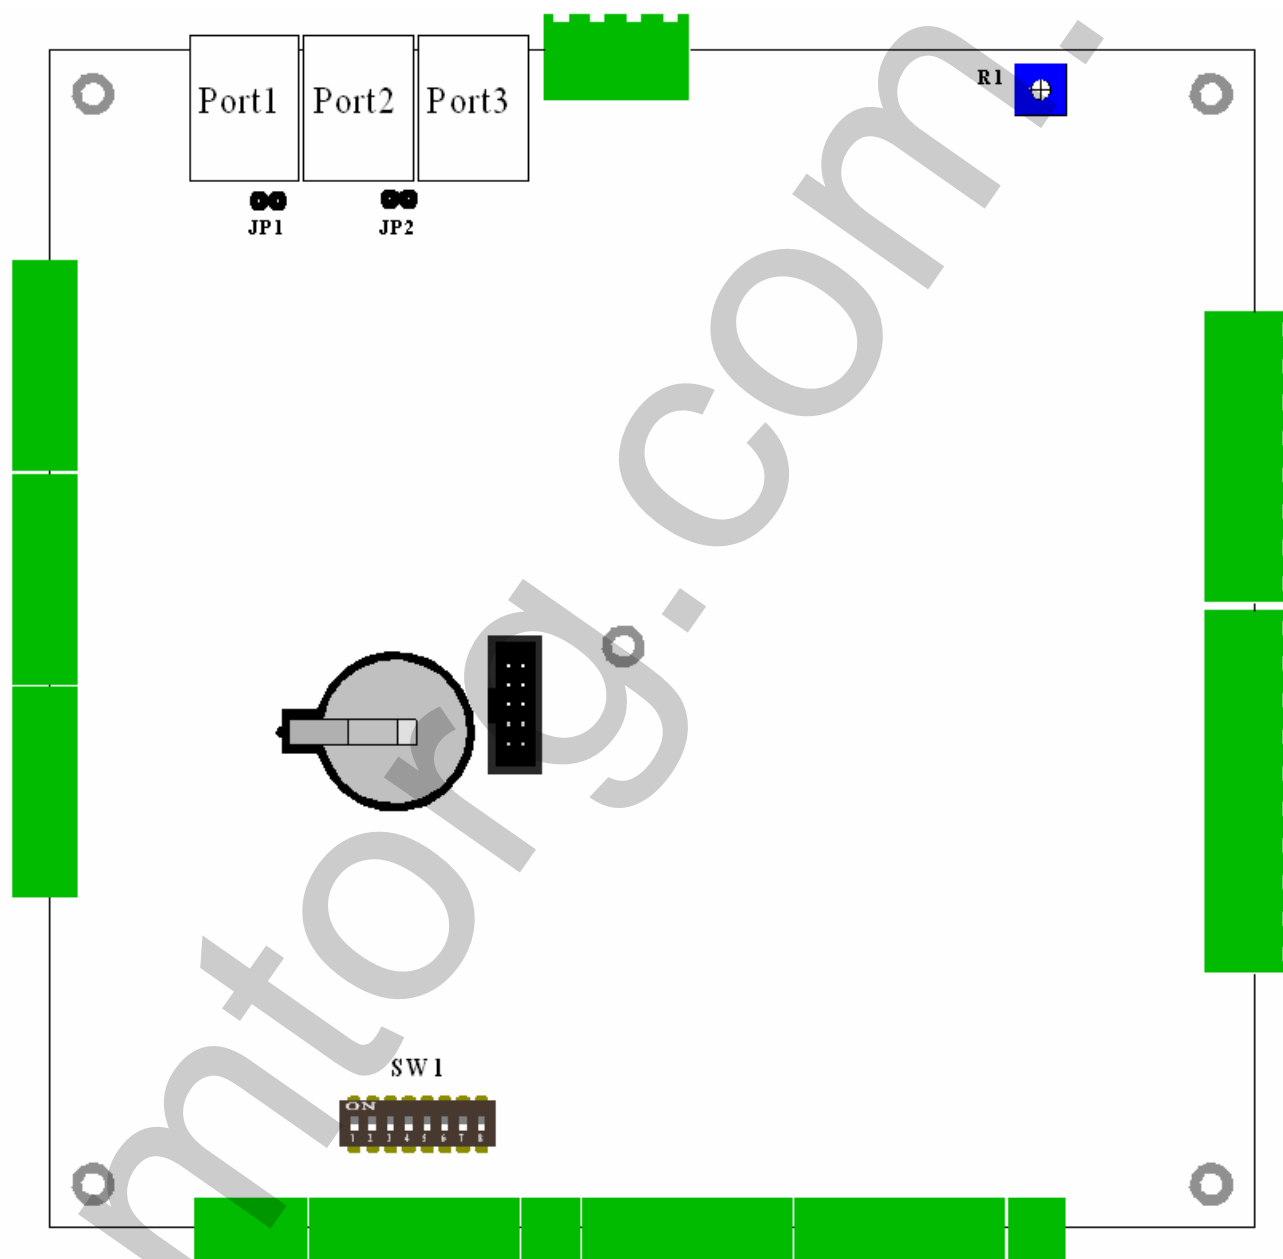

Рис.2. Расположение настроечных элементов на печатной плате «Вега-10» версии 2.3.
4.7. Выбор типа аналогового входа осуществляется DIP - переключателями SW1 (см. рис.2). Положение ON – вход 0-20 мА. Положение OFF – вход 0-10 В.
Показано значение напряжения/тока на аналоговых входах в коде 10-бит АЦП. Диапазону 0-10В или 0-20мА соответствует код 0-1023. Выбор аналогового входа ток или напряжение осуществляется переключателем SW1 (см.рис.2).